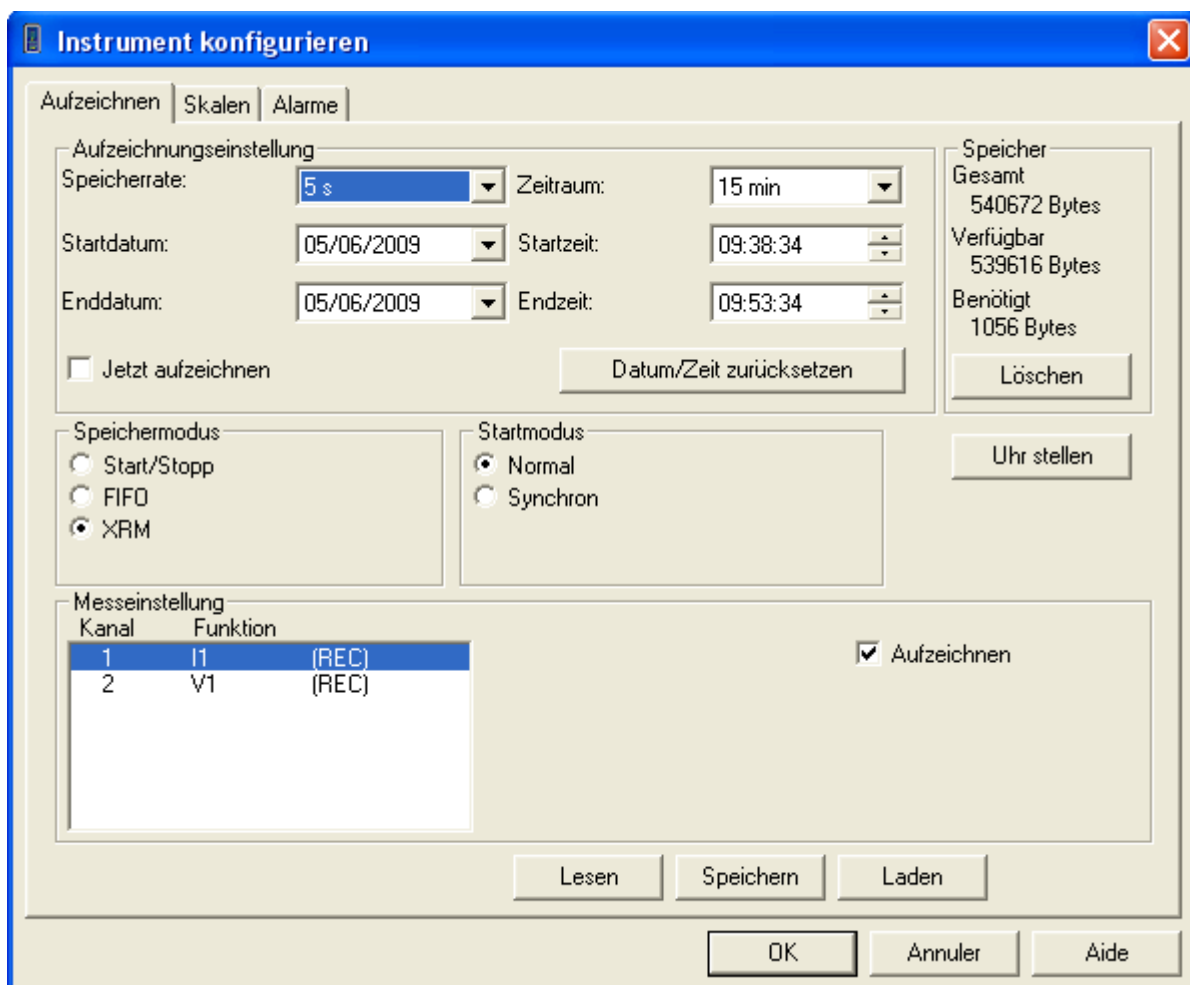

Abb. 2-3
2. Im Menü Instrument wählt man nun die Zeile Konfiguration. Folgendes Konfigurations-Dialogfenster (Abb. 2-3) erscheint.
Abb. 2-3 zeigt die erste Seite (Aufzeichnen). Hier werden folgende Parameter festgelegt: